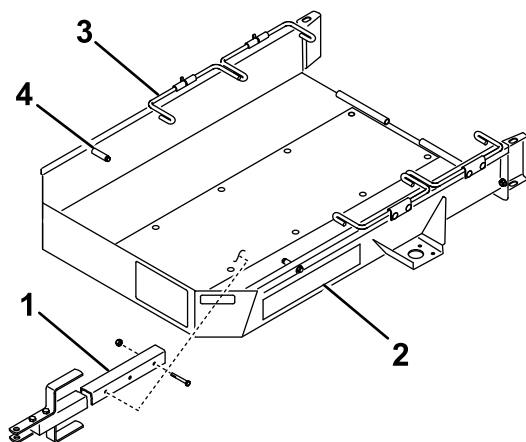

Figura 2
4. Montate il gruppo timone sulla staffa di montaggio sul lato inferiore del pianale del rimorchio con 2 bulloni ( $\frac{3}{8}$ " x  $2\frac{3}{4}$ " ) e 2 dadi di bloccaggio (Figura 2).
4. Spostate l'acceleratore alla posizione di minima e guidate **lentamente** la macchina sul rimorchio, fino a quando le ruote di trasferimento non sono a contatto con i fermi del rimorchio (Figura 2).
6. Ruotate il primo set di aste delle ruote verso il basso, dietro le ruote di trasferimento (Figura 2).